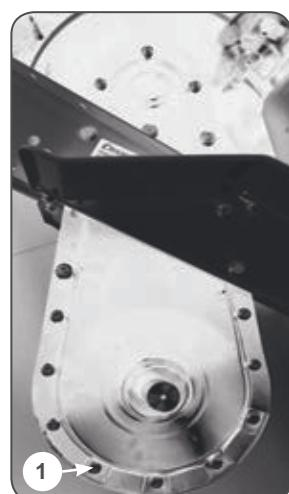

РИС.8А
Для замены смазки снимите редуктор с культиватора, открутите болты крепления по ловинок корпуса редуктора (1) РИС.8А.